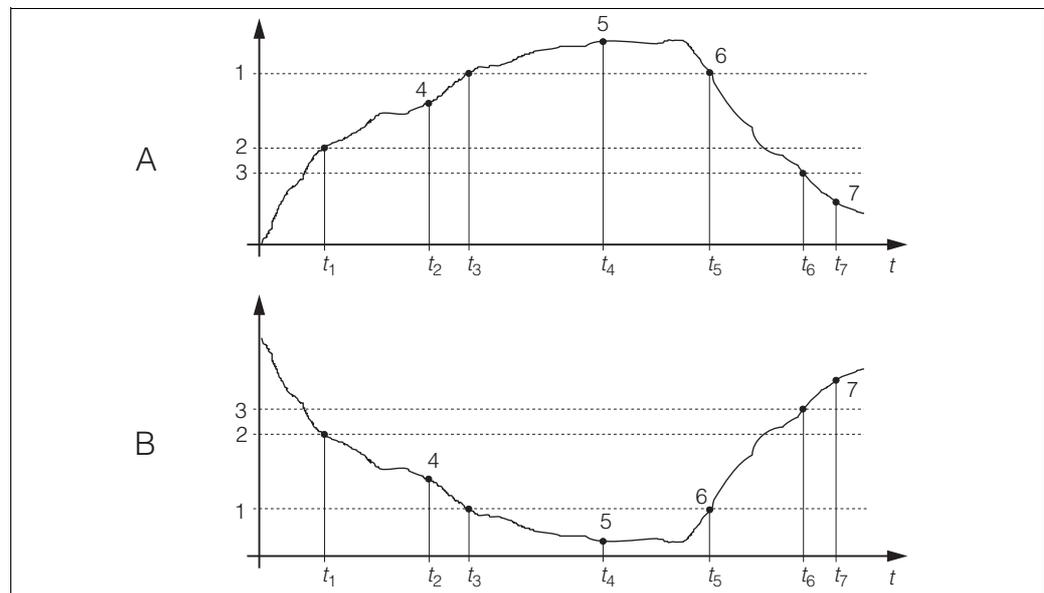

Fig. 22: Grafico delle funzioni di valore soglia e allarme
V. fig. 22 per una dettagliata rappresentazione grafica degli stati del contatto relè.